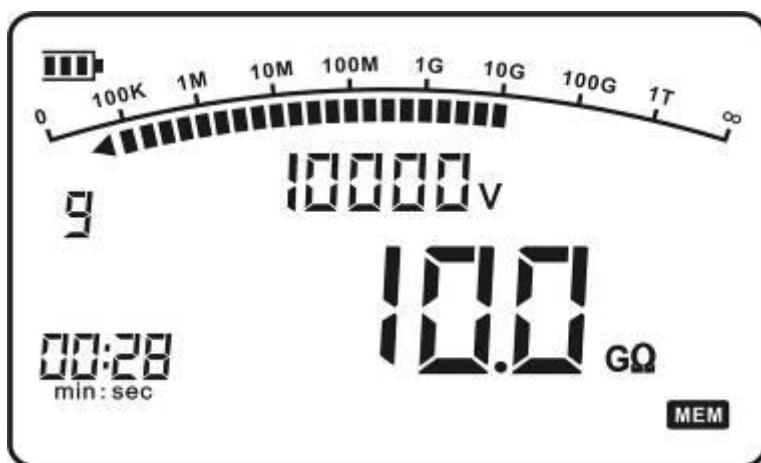

图5：查询状态显示
- 3、按动**翻页键（5）**选择编号，可查询该编号测试结果（当时测试所用的电压值，测试时间以及停止测试时的阻值），见图5。